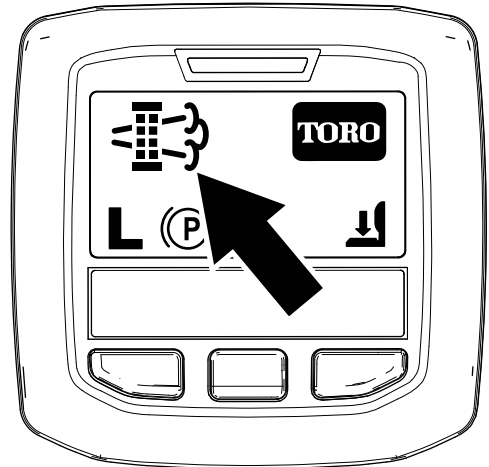

図 64
- 駐車再生やリカバリ再生が必要になると、インフォセンターに再生要求アイコン 図 64 が表示されます。